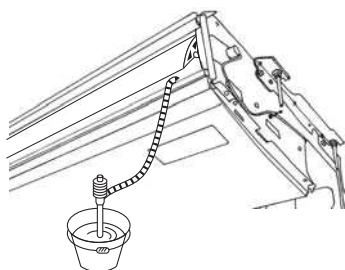

Fig. 5-3
2. Attacher la gaine ⑥ (fournie avec l'appareil) au tuyau d'évacuation ⑤.
3. Relier le tuyau d'évacuation (VP-20) à la douille ⑤ avec un adhésif de chlorure de vinyle.
4. Envelopper la gaine ⑦ (fournie avec l'appareil) autour du tuyau d'évacuation. (Bandage de soudure)
- Ⓒ Gaine de la douille ⑤
- Ⓓ Douille ⑤
- Ⓔ Gaine de la tuyauterie d'évacuation ⑦
5. Vérifier que le système d'évacuation est correct. (Fig. 5-3)